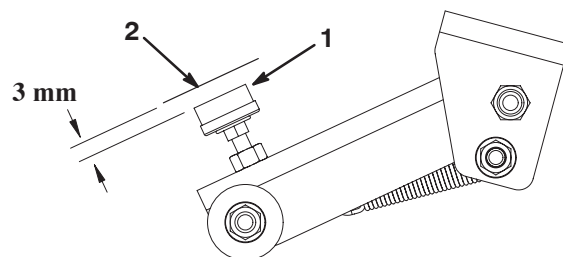

Figure 78
4. Le patin en caoutchouc de la vis de réglage (Fig. 78) et le verrou de plateau doivent être espacés de 3 mm. Si un réglage est nécessaire, desserrez l'écrou de la vis de réglage, tournez la vis jusqu'à obtention du jeu voulu et resserrez l'écrou.